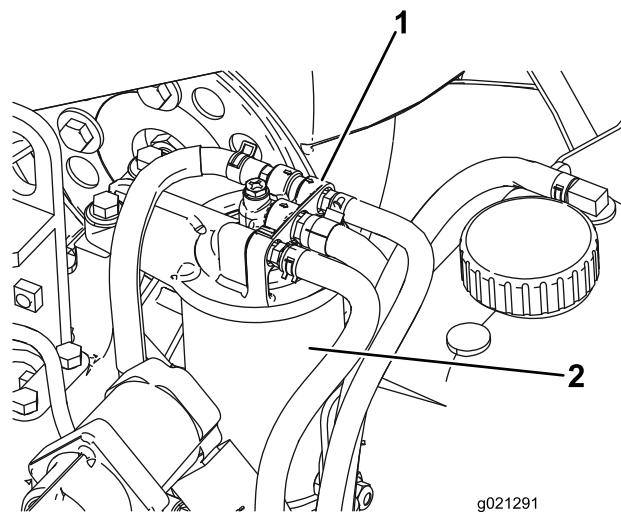

Figura 78
1. Limpe a zona em torno da cabeça do filtro de combustível (Figura 78).
2. Retire o filtro e limpe a superfície de montagem da cabeça do filtro (Figura 78).